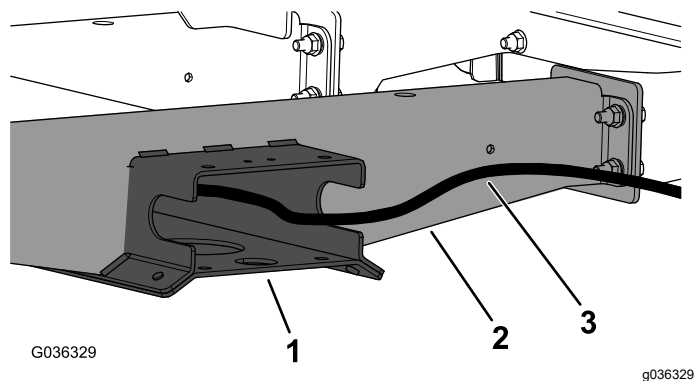

Figura 6
- 4. Enrute la manguera del kit a lo largo de la placa del perfil del suelo y a través de la abertura en el perfil del bastidor (Figura 6).